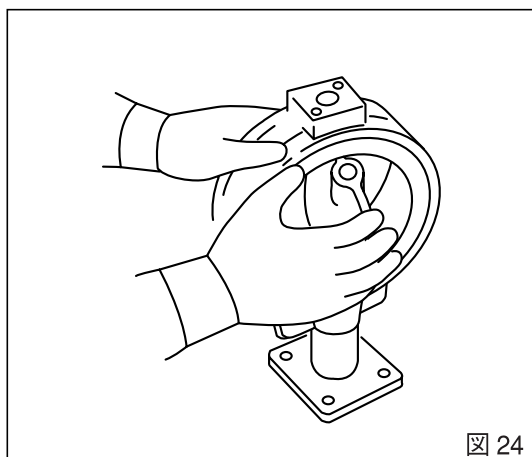

図 24
5. 弁体の挿入：弁体にシリコンオイルを塗布し、軸穴を確認しながら、シートリング内に挿入します。（図24）